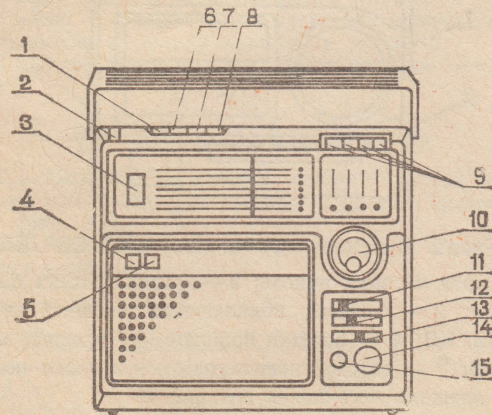
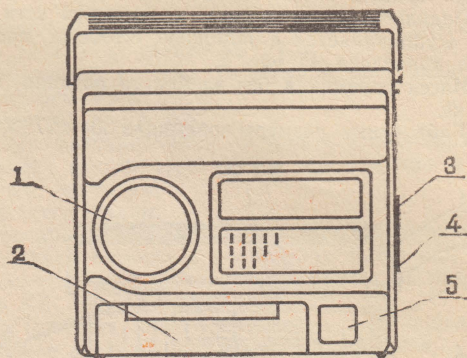

Рис. 1. Приемник «Океан-221». ВИД СПЕРЕДИ.
Рис. 2. Приемник «Океан-221». ВИД СЗАДИ.
5.5. Внешний вид приемника (с обозначением элементов управления) показан на рис. 1, вид задней стенки с обозначением разъемов подключения внешних устройств — на рис. 2.
6.1.1. Снимите крышку 2 (рис. 2) отсека питания, предварительно нажав вниз на фиксаторы крепления крышки.
при питании от батарей подсветка шкалы осуществляется нажатием кнопки 8 (рис. 1).
6.3.2. Включение приемника производится нажатием кнопки 1 (рис. 1) при этом включается диапазон «У1». Периодическими повторными нажатиями кнопки 4 (рис. 1) включите выбранный Вами диапазон (ДВ, СВ, КВ1-КВ4). Индикация каждого из них осуществляется светодиодами.
Обзорный диапазон УКВ и фиксированные диапазоны У1-У4 включаются при нажатии кнопки 5 (рис. 1).
При этом следует произвести предварительную настройку каждого из них на интересующую Вас станцию ручками 9 (рис. 1). Настройку рекомендуется производить при полностью выдвинутой телескопической антенне и выключенной автоматической подстройке частоты (АПЧ) — кнопка 6 (рис. 1) нажата.
6.3.5. Настройку в диапазоне УКВ следует производить при выключенной АПЧ — кнопка 6 (рис. 1) нажата, после настройки на станцию следует включить АПЧ (отжать кнопку), что обеспечит стабильность приема.
6.3.8. Для уменьшения шумов и искажений при настройке приемника в диапазоне УКВ предусмотрена система бесшумной настройки, которая включена при отжатой кнопке 7 (рис. 1) и отключается при нажатии этой кнопки (для приема отдаленных радиостанций).
6.3.11. Выключение приемника производится путем повторного нажатия кнопки 1 (рис. 1).
6.4.1. Магнитная звукозапись производится подключением магнитофона к розетке 14 (рис. 1) приемника при помощи вилки СШ-3 (СШ-5).
6.4.2. Головной телефон ТМ-4 подключают с помощью штекера к розетке 15 (рис. 1) для подключения телефона, при этом громкоговоритель приемника отключается.